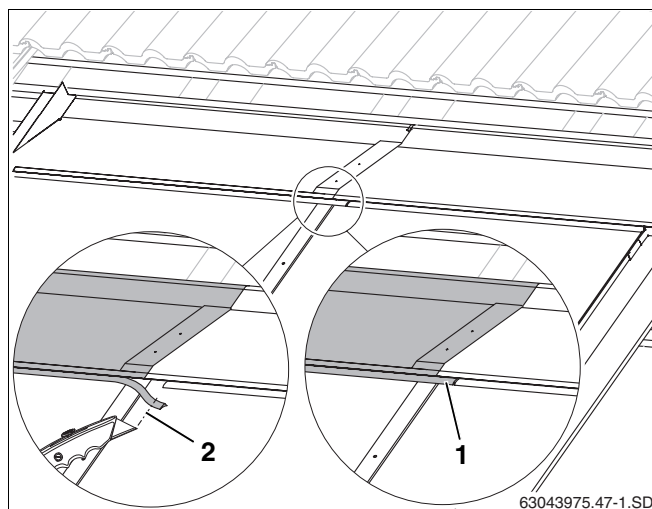

Fig. 58 Chapa de cobertura superior esquerda
- ▶ Encurtar o ressalto de borracha (fig. 58, **item 2**), até que encoste no ressalto de borracha da chapa de cobertura direita.
- ▶ Encaixar o ressalto de borracha da chapa de cobertura esquerda sobre a dobra da chapa de cobertura direita (fig. 58, **item 1**).